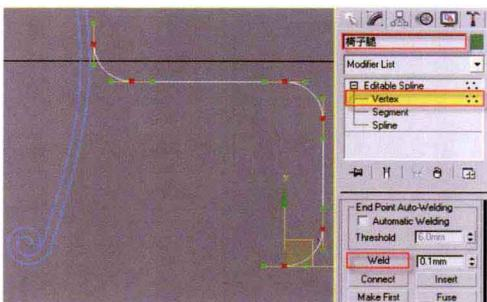

图1-25
②5 在前视图中，激活“椅子腿”模型的Vertex（点）层级，框选所有的顶点，单击Weld（焊接）按钮，如图1-25所示。